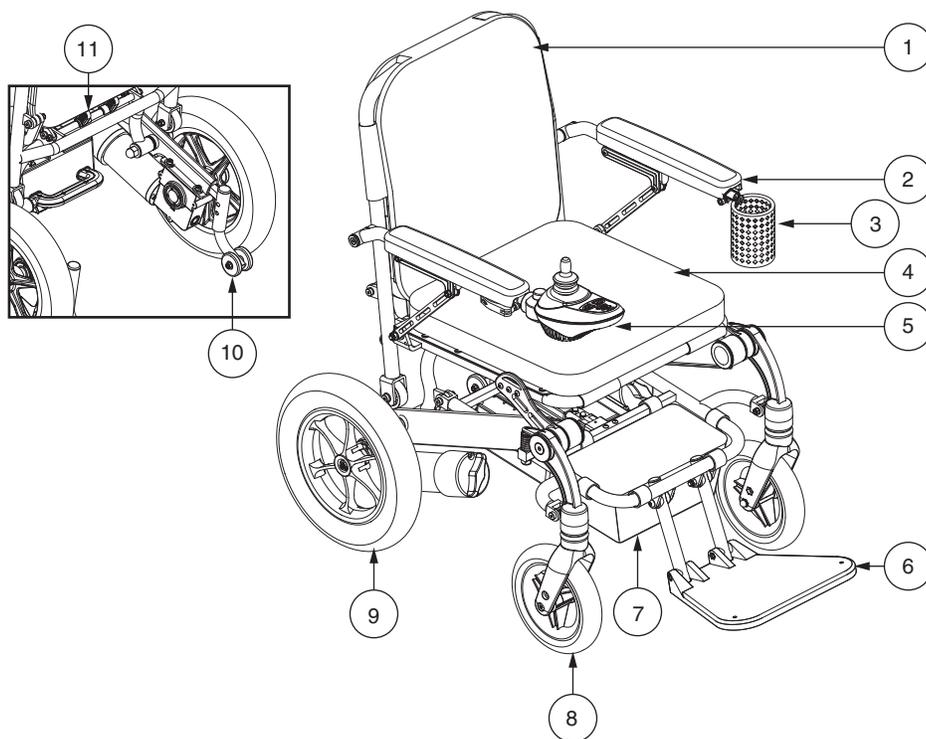

Figura 1. La iGo+®
2. Stando in piedi sul retro della carrozzina, individuare il meccanismo di bloccaggio. **Vedere figura 1.**
1. Stando in piedi sul retro della carrozzina, individuare il meccanismo di bloccaggio. **Vedere figura 1.**